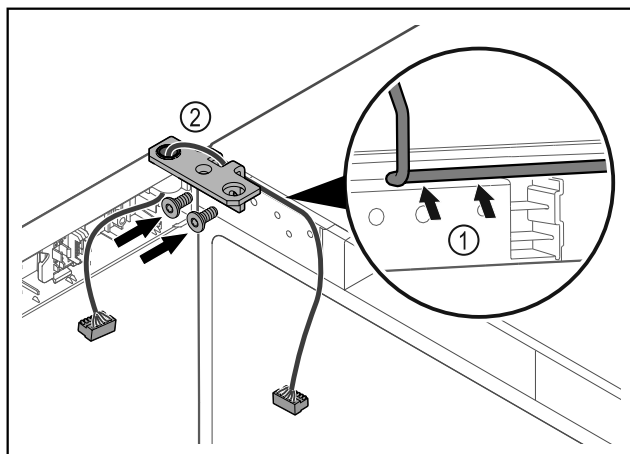

Fig. 49
- Kabel durch die Ausparung des Scharnierwinkels führen und vorsichtig verlegen Fig. 49 (1).
- Scharnierwinkel Fig. 49 (2) anschrauben.